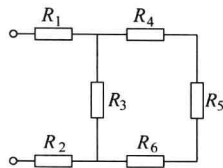

图 1-9 混联电路
3. 复联电路（混联电路）既有串联，又有并联，称为混联电路，如图 1-9 所示。